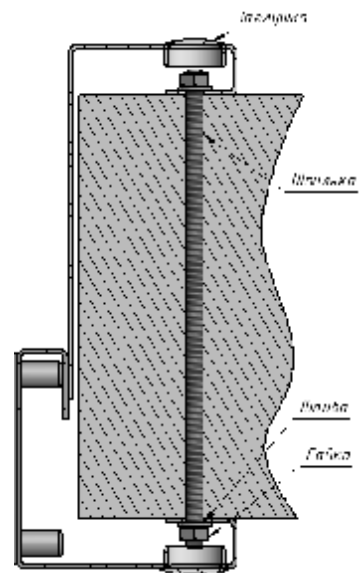

Рисунок 16
- 7.9 Установить декоративные заглушки (рис.16).
- 6.3 Стянуть между собой внешнюю и внутреннюю рамы при помощи шпилек, гаек и шайб (рис.16) Обеспечить жесткую фиксацию рамы в дверном проеме.
- 6.10 Установить декоративные заглушки (рис.16).